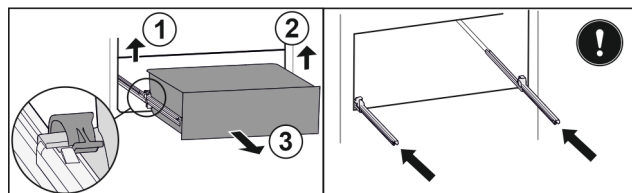

Fig. 161
- Soulever la bride gauche et tirer dans le même temps la partie gauche du tiroir vers l'avant. Fig. 161 (1)
- Soulever la bride droite et tirer dans le même temps la partie droite du tiroir vers l'avant. Fig. 161 (2)
- Retirer le tiroir par l'avant. Fig. 161 (3)